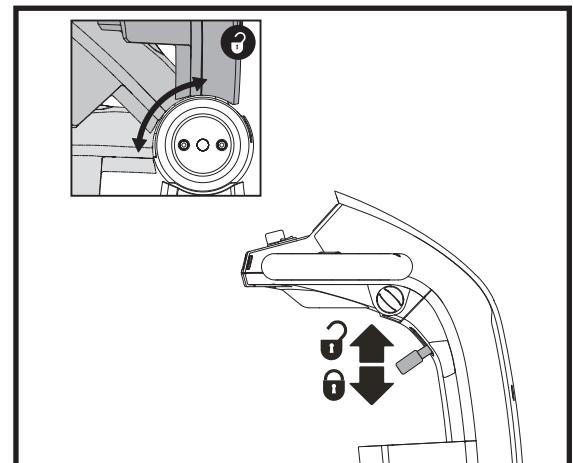

Figure 14. Réglage du guidon
1. Soulevez le levier de réglage du timon. Voir la figure 14.